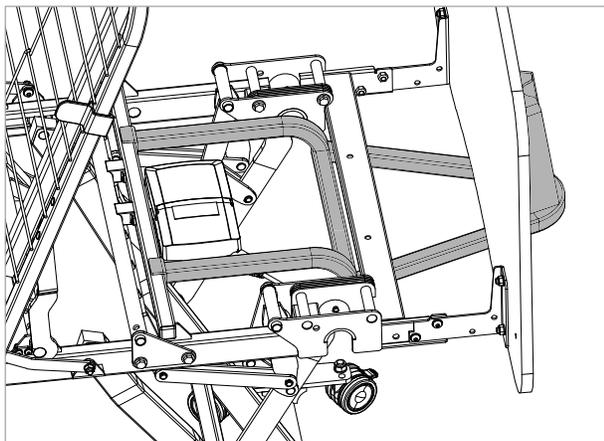

Figure 7.4
4. Placez les griffes du support de la potence sur la barre du cadre de lit et soulevez vers le haut de sorte que les trous de la barre transversale du cadre de lit s'alignent avec les trous du support de la potence. Assurez-vous qu'aucun câble n'est coincé pendant l'installation (voir Figure 7.4).